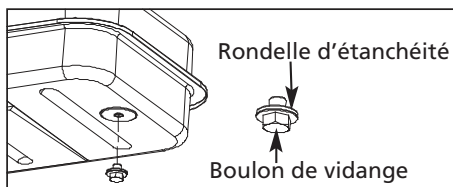

Figure 12 - Boulon de vidange
2. Retirez le boulon de vidange (en bas, à l'arrière du réservoir à combustible) en vous servant d'une douille de 3/4 po ou d'une clé à molette, et videz le réservoir. (Pour les modèles 3VE50H, 3VE51H, 3VE52I seulement) (Voir figure 12.)